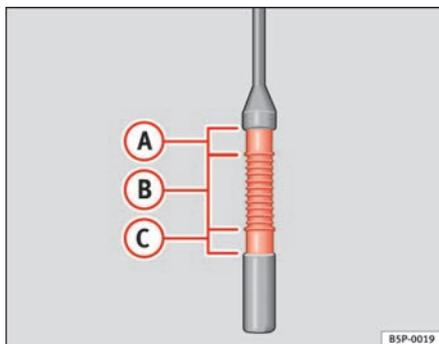

Fig. 163 Asta di misurazione livello olio motore.
- In seguito, estrarla di nuovo e controllare il livello dell'olio ⇒ fig. 163. Se necessario, rabboccare dell'olio motore.